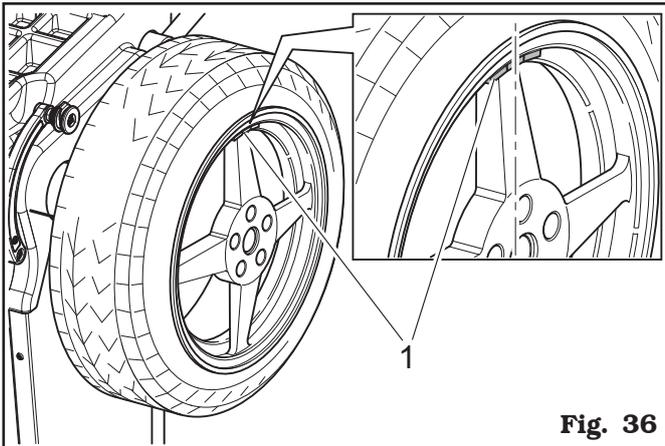

Fig. 36
Aplicar el peso adhesivo del lado externo de la rueda (en el ejemplo 25 g). El peso del lado externo deberá colocarse **manualmente arriba, en la vertical** – “horas 12” (véase **Fig. 36 ref. 1**).